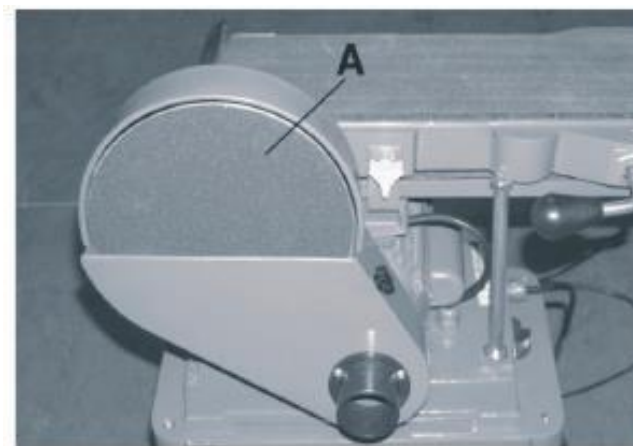

Рис. 8
3. Снять антиадгезионную подкладку со шлифовального диска, тщательно установить и сильно прижать шлифовальный диск (А), рис. 8, к диску.
4. Закрыть крышку шлифовального диска и зафиксировать его той же рукояткой фиксации, рис. 8.